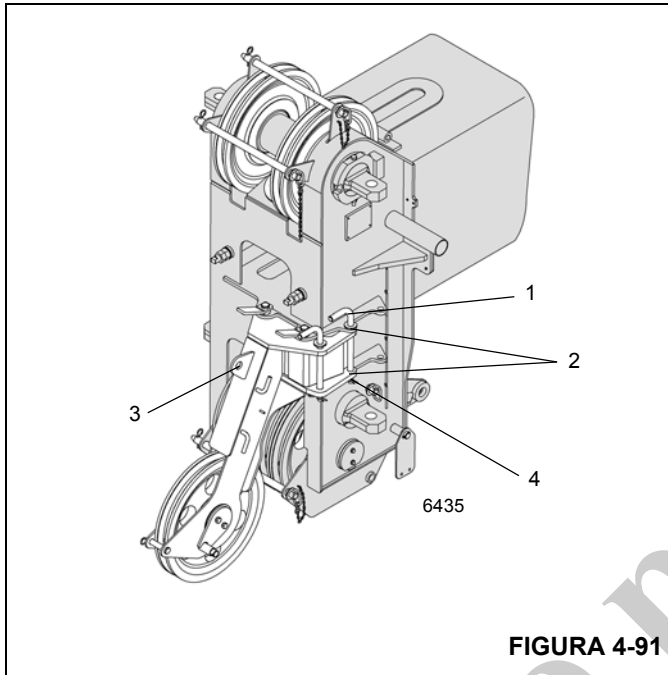

FIGURA 4-91
- Afloje el pasador de retención (4) y retire los pasadores (1) del punto de soporte (2) (Figura 4-91).
- Utilice una grúa auxiliar para acoplar el dispositivo de retención a los ojales de conexión (3) en la punta de pluma auxiliar y levántela hacia la izquierda sobre la cabeza de pluma principal.
- Alinee la punta de la pluma de polea única auxiliar para que el punto de soporte (2) se alinee con las cavidades delanteras del dispositivo de retención.
- Fije la punta de la pluma de polea única auxiliar al dispositivo de retención con un pasador (1).
- Fije el pasador (1) con un pasador de retención (4).